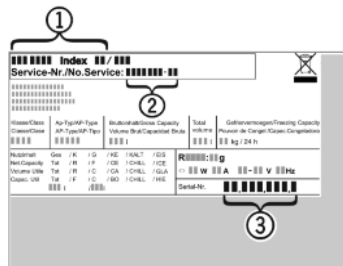

Fig. 12
- ▶ Apparaataanduiding Fig. 12 (1), servicenr. Fig. 12 (2) en serienr. Fig. 12 (3) van het typeplaatje aflezen. Het typeplaatje bevindt zich aan de linkerkant binnen in het apparaat.
- ▶ Contact opnemen met de Technische Dienst en het probleem, apparaataanduiding Fig. 12 (1), servicenr. Fig. 12 (2) en serienr. Fig. 12 (3) mededelen.